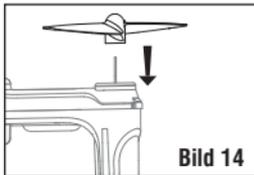
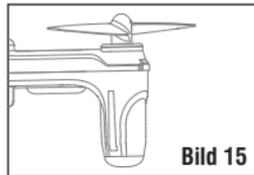

Bild 14
Bild 15
- Um den Propeller zu montieren richten Sie die Bohrung des Propellers mit der Motorwelle aus, und drücken diesen dann nach unten (Bild 14). Die Unterseite des Propellers sollte sich auf der gleichen Höhe wie das Motorgehäuse befinden (Bild 15). (Achten Sie auf die richtige Propeller Drehrichtung)